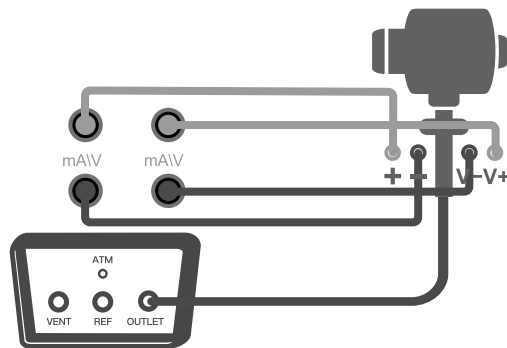

图5-2 校准压力传感器
- ◆ 如图5-2所示连接校验仪和被校压力传感器（提供激励电流或激励电压），如传感器不需要激励，则不需要连接电信号输出端口；